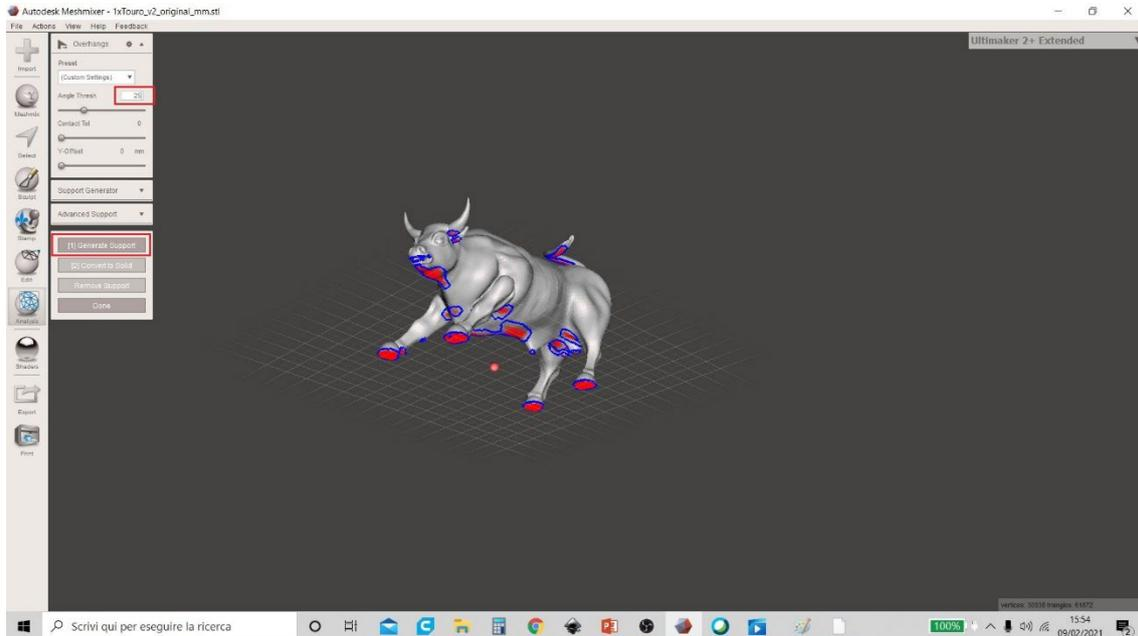

Figura 28 Meshmixer
3. Maggiore è il valore inserito nella voce "Angle Thresh", più le parti critiche saranno indicate sul modello (sono indicate da aloni rossi con contorno blu). L'utente può scegliere un angolo compreso tra 0 ° e 90 °. Un valore ottimale da inserire è 25° (Figura 28 Meshmixer). Dopo aver scelto, l'utente deve fare clic sul comando "Genera supporto".